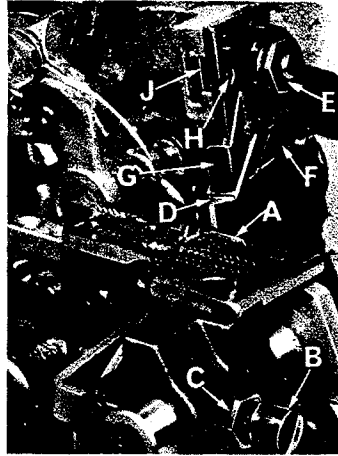

Fig. 13
Montiere den Untermesserhalter. Das Untermesser (A, Fig. 13) muß so eingestellt werden, daß seine Schneidkante mit der Oberfläche der Stichplatte eben ist. Die Einstellungen werden mittels Sechskantschraube, mit welcher das Untermesser befestigt ist, durchgeführt. Das Untermesser wird mit Federdruck gegen das Obermesser gepreßt, so daß eine seitliche Einstellung beim Verändern der Nahtbreite nicht erforderlich ist.
Setze den kompletten Obermesserhalter ein. Prätze das Obermesser (D, Fig. 13) durch Anziehen der Mutter (E) fest, die Obermesserpratze (F) muß dabei soweit wie möglich im Uhrzeigersinn gegen das Obermesser gedrückt werden. In der untersten Stellung seiner Bewegung darf die vordere Schneidkante des Obermessers nicht weniger als $1/64'' = 0,4 \text{ mm}$ unterhalb der Schneidkante des Untermessers stehen. Der Kettenschuh (G) muß von der Schneidkante des Obermessers leicht zurückgesetzt sein.
Replace lower knife holder assembly. Lower knife (A, Fig. 13) should be set with cutting edge flush with throat plate surface. Adjustments are made with hexagonal head screw which holds lower knife. Lower knife is spring pressed against upper knife, so no lateral adjustment is necessary when width of trim is changed.
Replace upper knife assembly. Clamp upper knife (D, Fig. 13) in position, setting nut (E) to hold clamp (F) in its most clockwise position against upper knife. At bottom of its stroke, front cutting edge of upper knife should extend not less than $1/64'' = 0,4 \text{ mm}$ below cutting edge of lower knife. The chain guard (G) should be set down against the upper knife and slightly back from the cutting edge.